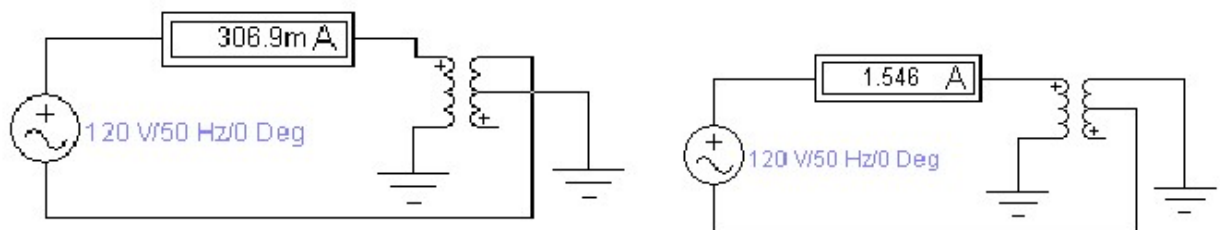

Рис. 2.6.3. Схеми включення обмоток трансформатора:
4. Включити обмотки трансформатора послідовно узгоджено (вторинна обмотка між затискачами без позначок) та виміряти їх струм  $I_{1У}$  від того самого джерела (рис. 2.6.3).
5. Включити обмотки трансформатора послідовно зустрічно (вторинна обмотка між затискачами без позначок) та виміряти їх струм  $I_{1З}$  від того самого джерела (рис. 2.6.3).
*Вказівки:* при виконанні в програмі Multisim обрати найпростіший трансформатор (рис. 2.6.4). Схема підключення аналогічно схемам, наведеним на рис. 2.6.3.